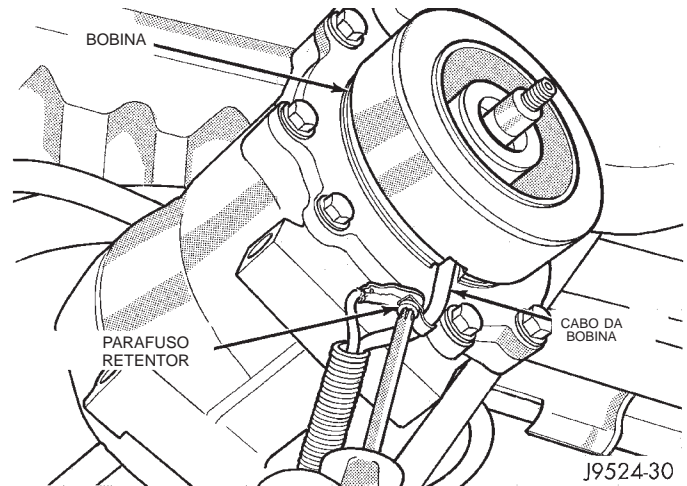

Fig. 26 Chicote de Fiação do Fio da Bobina do Acoplador
(12) Retire o parafuso e o retentor do chicote de fiação do fio da bobina do acoplador no compartimento dianteiro do compressor (Fig. 26).